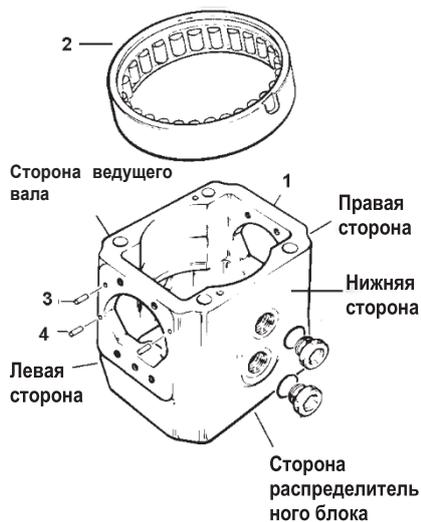

Рис. 5
См. рис. 5. Поставить корпус (1) на чистую ровную поверхность большим открытым концом вверх.